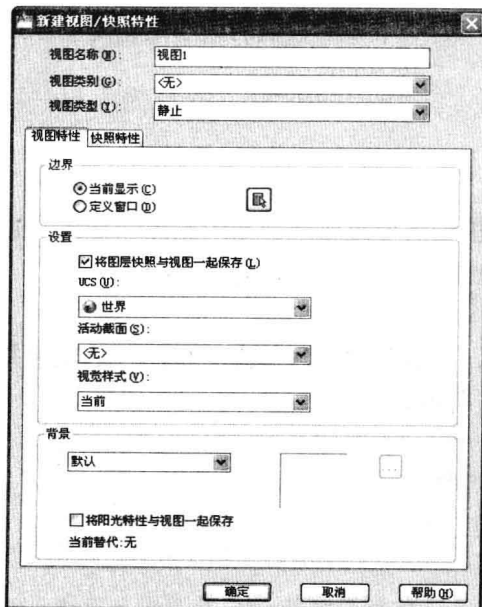

图 2-5-4
(1) 打开一个图形文件, 缩放并调整视图显示区域。
(2) 单击“视图”选项卡, 在“视图”面板中单击“命名视图”, 打开视图管理器对话框。
(3) 单击“新建”按钮, 打开新建视图/快照特性对话框, 如图2-5-4所示, 输入视图名称为“视图1”, 单击“确定”按钮, 即可创建新的命名视图。